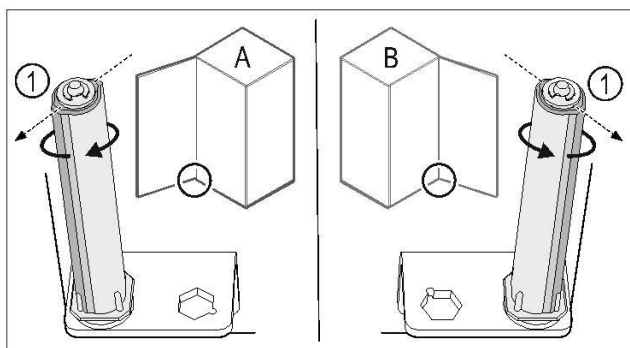

Fig. 36 Links scharnierend (A) / rechts scharnierend (B)
- || Sluitsysteem tegen de weerstand in draaien tot het schot van het sluitsysteem Fig. 36 (1) naar buiten wijst.